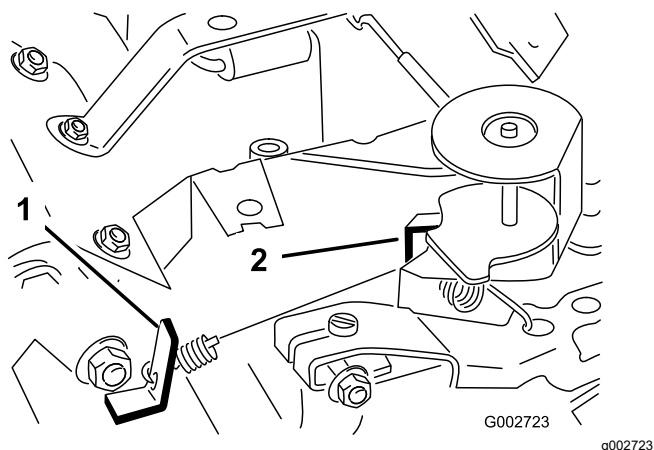

図 39
3. 調速アイドルスプリングアンカーの耳 図 39 を曲げて、エンジン速度を 1725±50 rpm に調整する。
6. 高速アイドルスプリングアンカーの耳(図 39)を曲げて、エンジン速度を  $3400 \pm 50$  rpm に調整する。